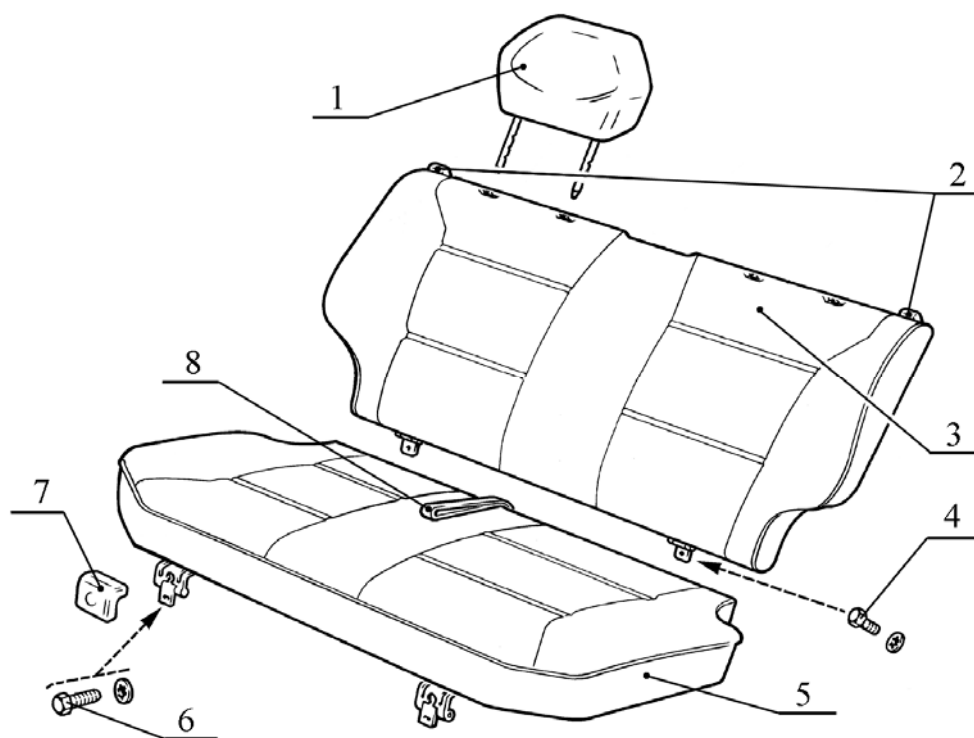

Рисунок 1 – Сиденье заднее:
1.2 Снять подголовник 1, рисунок 1, заднего сиденья.